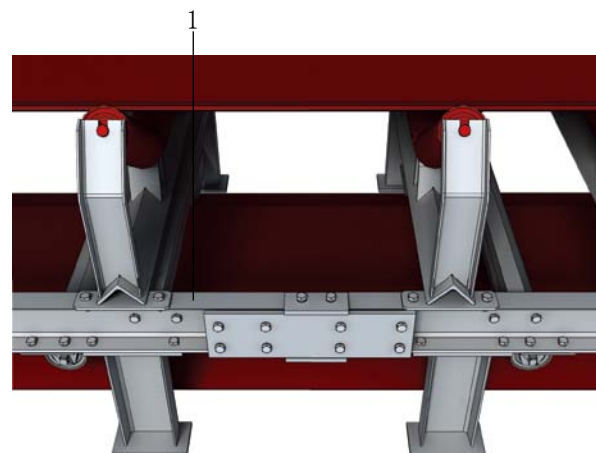

图 1.3-15
- 机架 6 是由两节机架中间用螺栓连接而成，此时需把螺栓下掉，从而缩短整体机架的距离，以便将平皮带整体拿出（图 1.3-15）。